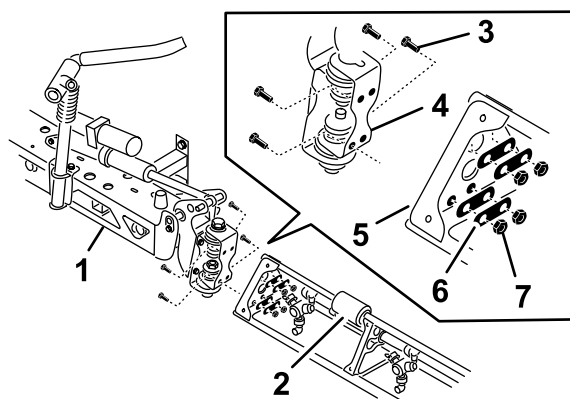

Figure 40
2. Faites pivoter chaque support d'articulation au bout de la section de rampe centrale de façon à aligner les supports sur le plan vertical (Figure 40).
- Fixez le support d'articulation à la plaque triangulaire au moyen des 4 boulons à embase, 4 plaques d'appui et 4 contre-écrous à embase (Figure 40) que vous avez retirés à l'opération (1).
- Placez la tige du vérin de levage de la rampe en face des trous dans la fourche du support d'articulation (Figure 40).
- Fixez la tige à la fourche du support d'articulation au moyen d'un axe de chape et d'une goupille fendue (Figure 40).